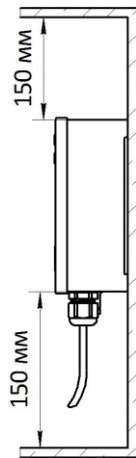

Рис.2. Зоны конвекции
- Снизу и сверху радиатора необходимо обеспечить свободные зоны для беспрепятственной конвекции тепла, расстояние до препятствий должно соответствовать *рис. 2*. Регулятор должен быть изолирован от сторонних источников тепла и расположен вне досягаемости от прямых солнечных лучей, а также едких газов и жидкостей.